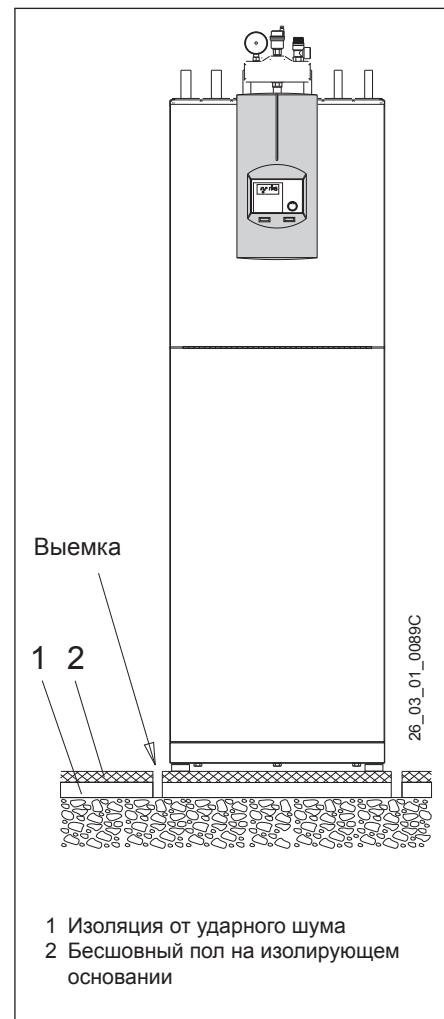

Рис. 12
- Для обеспечения бесшумной работы теплового насоса при его монтаже на бесшовных полах на изолирующем основании нужно удалить пол и изоляцию вокруг места установки насоса (рис. 12).